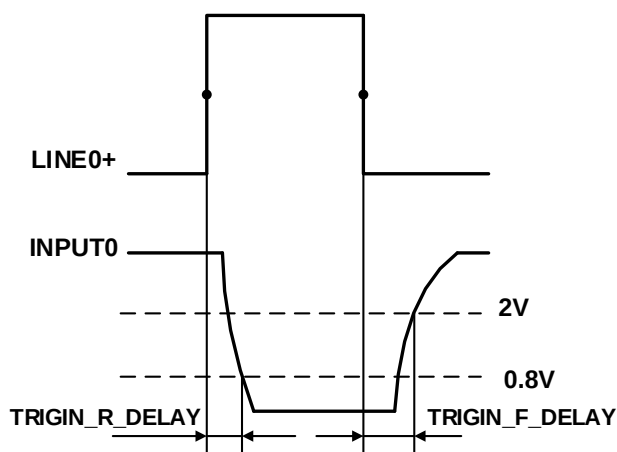

图 7-4 光耦隔离输入电路参数
- 上升沿延时时间： $<50\mu\text{s}$ ($0^{\circ}\text{C}\sim 45^{\circ}\text{C}$)，参数说明见图 7-4
- 下降沿延时时间： $<50\mu\text{s}$ ($0^{\circ}\text{C}\sim 45^{\circ}\text{C}$)，参数说明见图 7-4
- 输入上升沿延时： $<2\mu\text{s}$ ($0^{\circ}\text{C}\sim 45^{\circ}\text{C}$)，参数说明见图 7-4
- 输入下降沿延时： $<2\mu\text{s}$ ($0^{\circ}\text{C}\sim 45^{\circ}\text{C}$)，参数说明见图 7-4